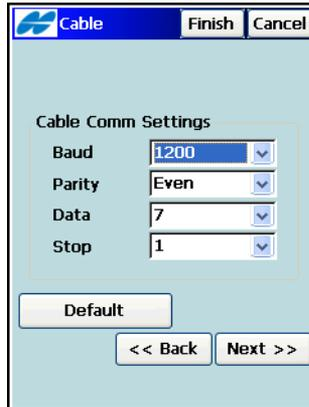

Abbildung 4-71. Kabel
5. Wählen Sie im Fenster **Kabel** die Einstellungen der Kabelverbindung: Baud, Parität, Anzahl Datenbits sowie Anzahl Stoppbits und tippen Sie auf **Weiter** (Abbildung 4-71).